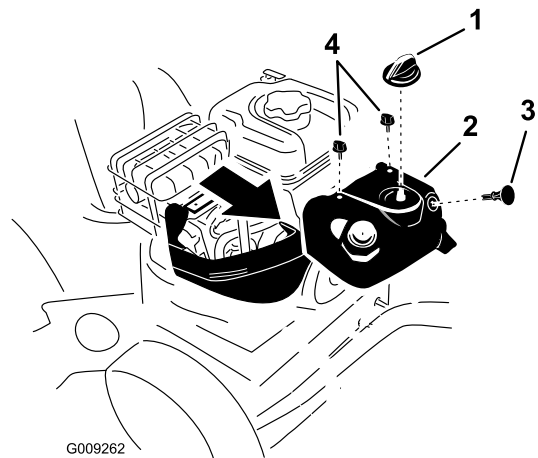

Figure 43
**Remarque:** Vous devez déposer le capot anti-neige pour accéder à la bougie d'allumage (Figure 43).
1. Enlevez la commande de starter et la clé de contact (Figure 43).
2. Enlevez les 2 vis qui fixent le capot anti-neige à la fraise à neige (Figure 43).